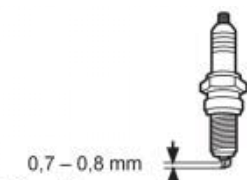

Fig. 79
6. Controllare la distanza tra gli elettrodi. Dovrebbe essere 0,7 – 0,8 mm (Fig. 79).